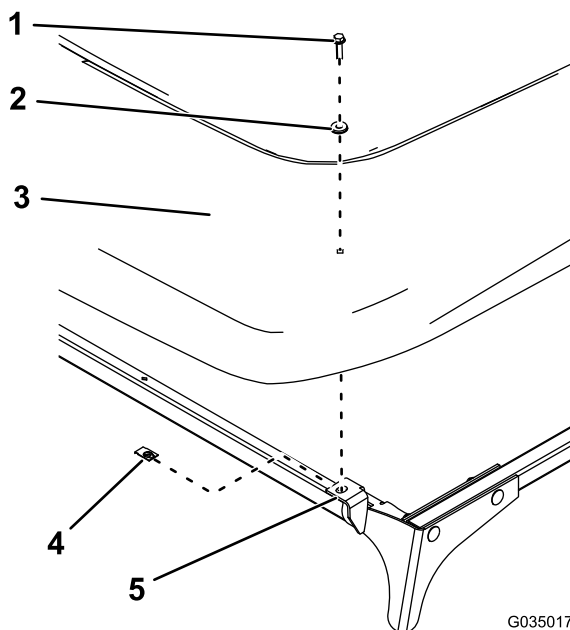

Bild 15
16. Befestigen Sie das Sonnendach mit zwei Clips, zwei Dichtungsscheiben und zwei Bundbolzen ($\frac{1}{4}$ " x 1") an den vorderen Platten, wie in **Bild 15** abgebildet.